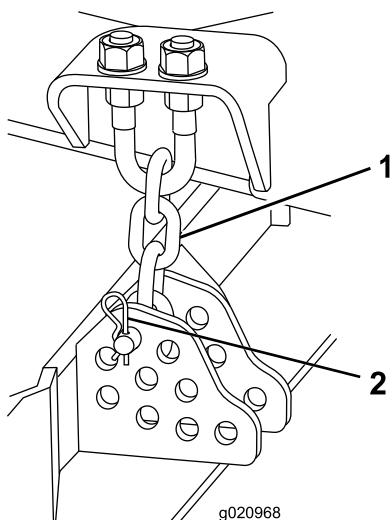

Figura 16
9. Retire o contrapino tipo grampo e pino de segurança que fixam as correntes da altura de corte à traseira da plataforma de corte (Figura 16).